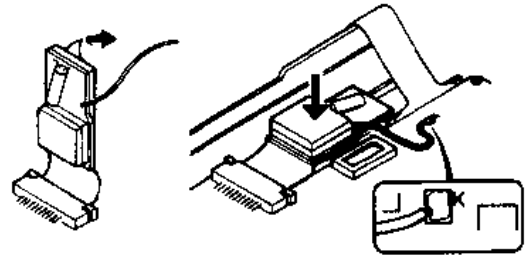

图 3-9
2. 如图 3-9 所示, 剥去双面粘胶保护纸, 并把 CTD412 与 P、C 板粘在一起。注意: 当监听